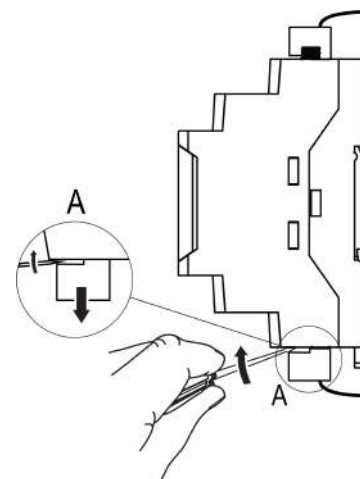

Рисунок 6.2 – Отсоединение съемных частей клемм
3. Отделить от шлюза съемные клеммники с проводами с помощью отвертки (см. рисунок 6.2). Не демонтировать внешние линии связи.